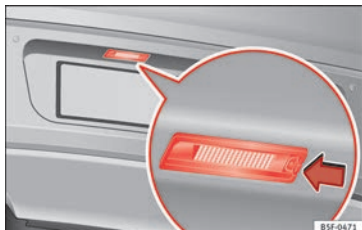

Abb. 114 Im Stoßfänger hinten: Kennzeichenbeleuchtung.
1. Drücken Sie die Nase an der Kennzeichenleuchte in Pfeilrichtung »» **Abb. 114**.